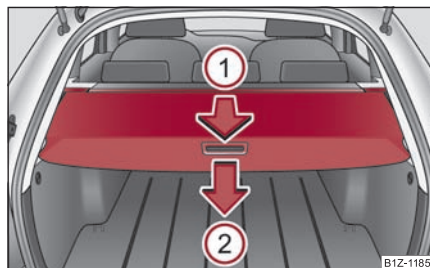

Fig. 99 Portbagajul: Raftul rulabil al portbagajului ▶
- Trageți raftul din portbagaj până la limită în sensul indicat ① în poziția asigurată ⇒ fig. 99.
Dacă doriți să utilizați tot portbagajul, puteți demonta raftul din portbagaj ⇒ pagina 88, fig. 99.